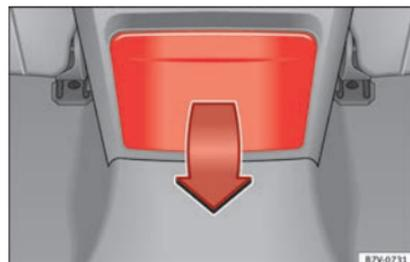

Fig. 190 Parte posterior da consola central: abrir o suporte de bebidas.
- Para *abrir*, deslocar para baixo o suporte de bebidas, no sentido indicado pela seta » Fig. 190.